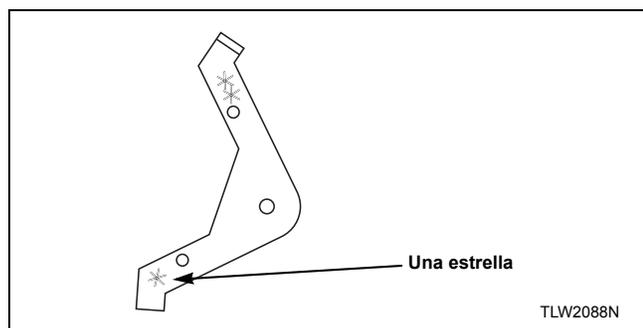

Figura 21
2. Instale la palanca de extensión con el brazo que tiene una estrella apuntando hacia abajo. Consulte la *Figura 21*.